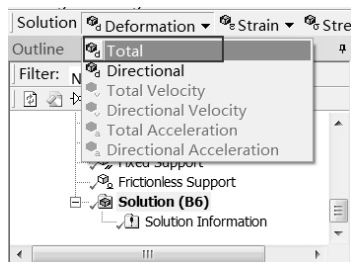

图 13-76 添加变形选项
Step2: 选择 Solution 工具栏中的 Deformation (变形) Total 命令, 如图 13-76 所示, 此时在分析树中会出现 Total Deformation (总变形) 选项。